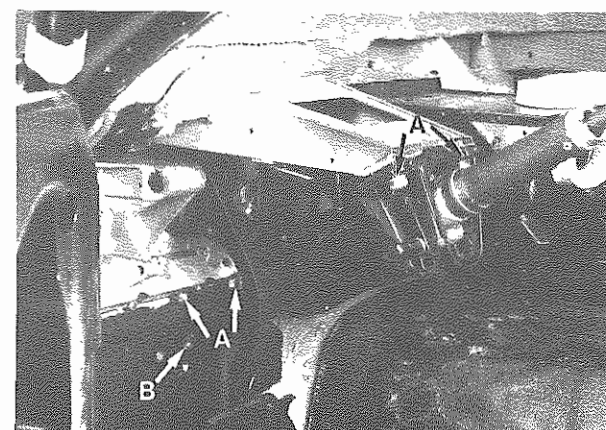

Fig. 12 - A - Viti fissaggio piantone al telaio
- Togliere la vite B (**Fig. 12**) e separare il piantone dalla scatola sterzo.
- Togliere le 4 viti di **Fig. 12** e smontare il piantone.
- Remove screw B (**Fig. 12**) and separate column from steering gear housing.
- Remove the 4 screws of **Fig. 12** and remove steering column.